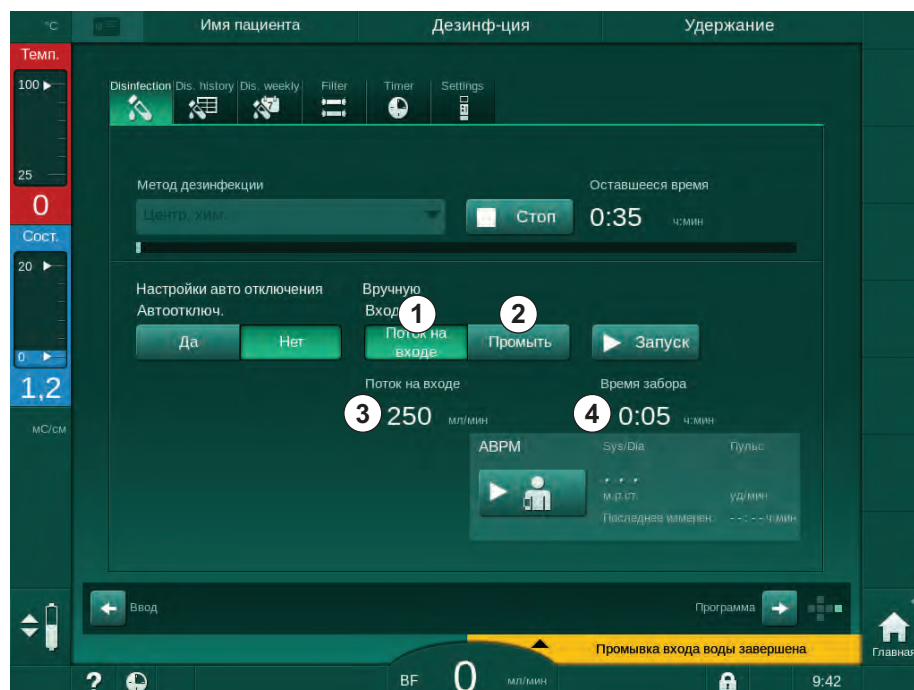

Рис. 7-11 Центральная ручная химическая дезинфекция
В первой части этого метода дезинфекции дезинфектант отбирается из источника центрального водоснабжения и прокачивается через аппарат (Рис. 7-11, ①). Скорость потока ③ и время подачи ④ задаются в режиме